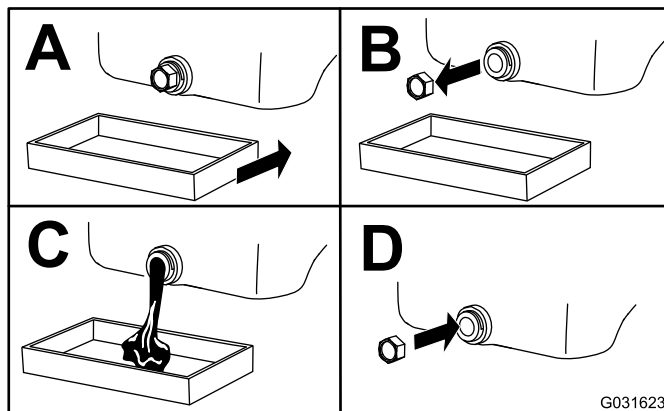

Рисунок 33
3. Замените масло (Рисунок 33).